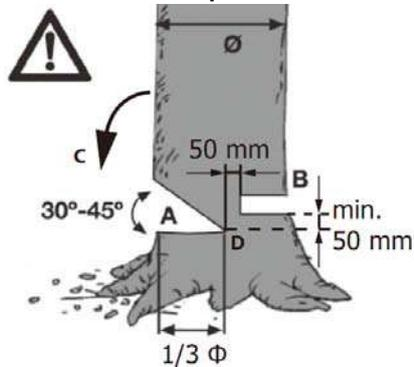

Fig17
Réaliser des biseaux (fig. 17)
Sciez une entaille à angle droit dans le sens de la chute (A) d'une profondeur d'un 1/3 du diamètre du tronc, comme indiqué en fig. 17. Tout d'abord effectuez le biseau horizontal inférieur (A). Ceci empêche le blocage de la chaîne de scie ou de la glissière lors de la réalisation du deuxième biseau.